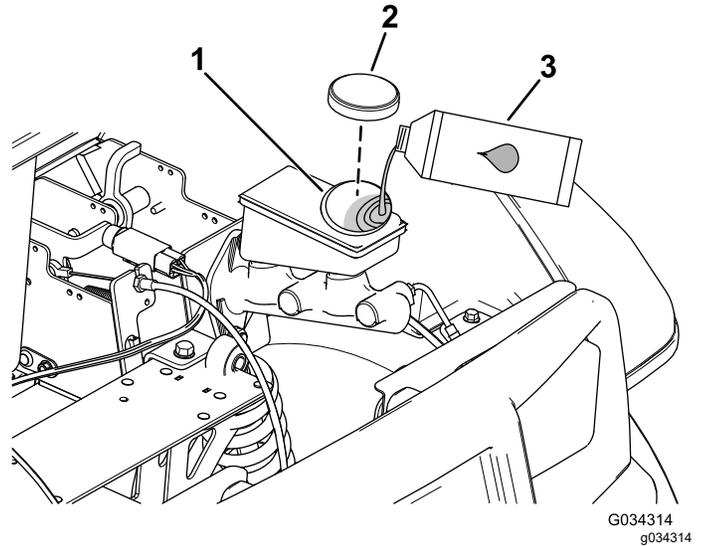

図 50
2. フードを持ち上げてブレーキのマスターシリンダとブレーキ液タンクにアクセスできるようにする 図 50。
A. ウェスでタンクのキャップの周囲をきれいに拭いてキャップ外す 図 50。